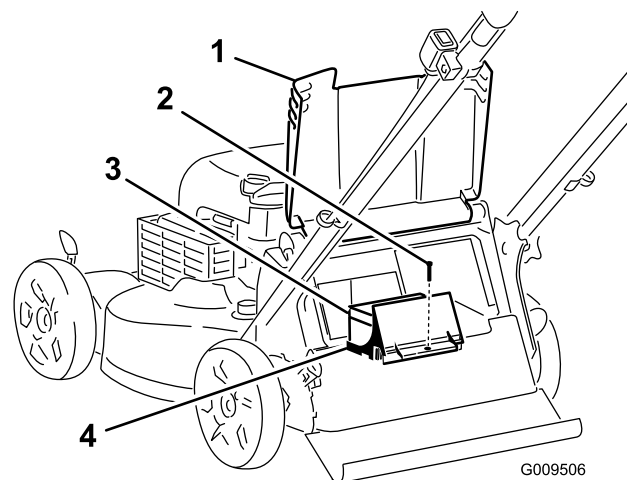
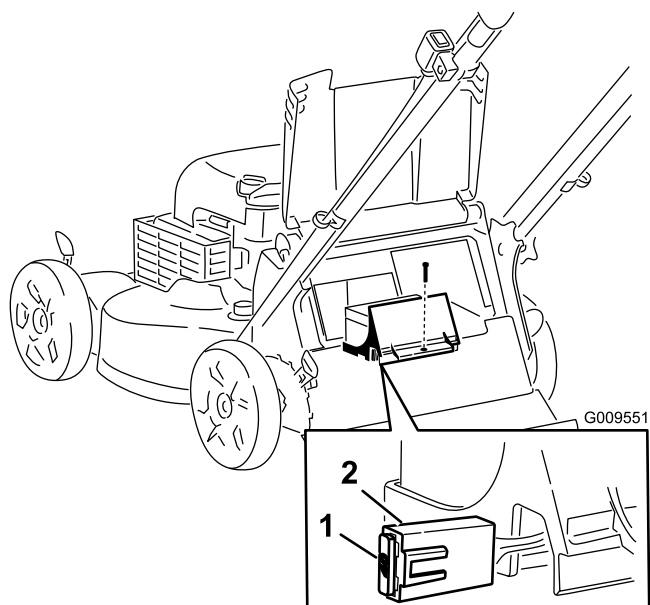

Рисунок 5
Рисунок 6
- Поднимите задний отражатель и найдите аккумуляторный отсек (Рисунок 5).
- Снимите крепежный винт аккумуляторного отсека, выньте аккумулятор и найдите предохранитель (Рисунок 5 и Рисунок 6).
3. Вставьте предохранитель в держатель предохранителя (Рисунок 6).